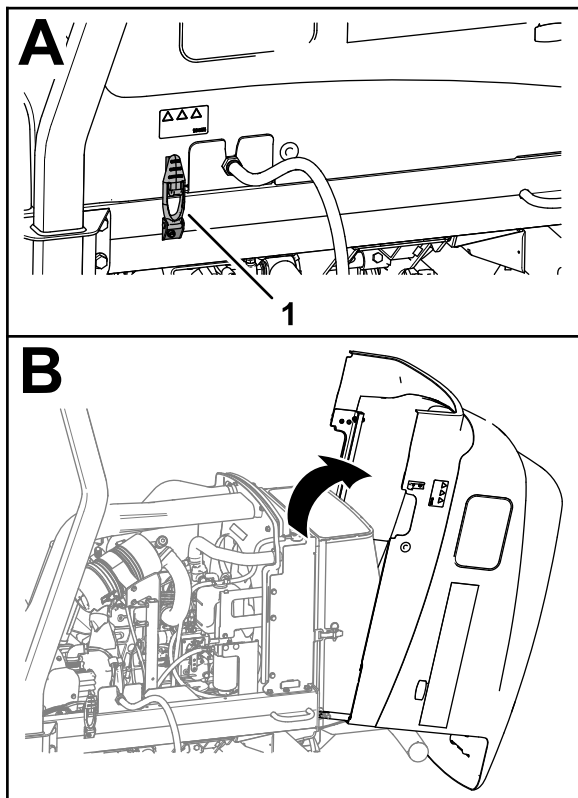

Bild 59
1. Öffnen Sie die beiden Motorhaubenriegel (Bild 59).